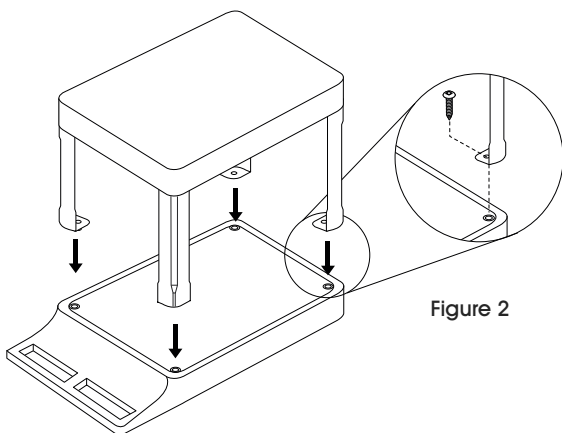

Figure 2
2. Inversez la tablette inférieure et vissez les supports dans le dessous de la tablette supérieure avec quatre vis. (Voir Figure 2)